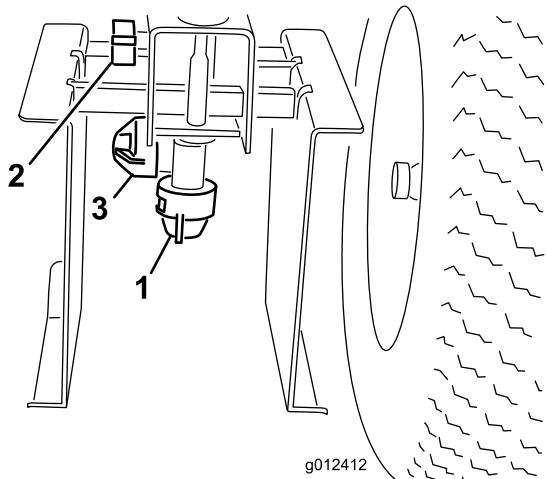

Figure 24
- Desserrez la vis qui fixe le tube de la buse à la rampe de pulvérisation (Figure 24).